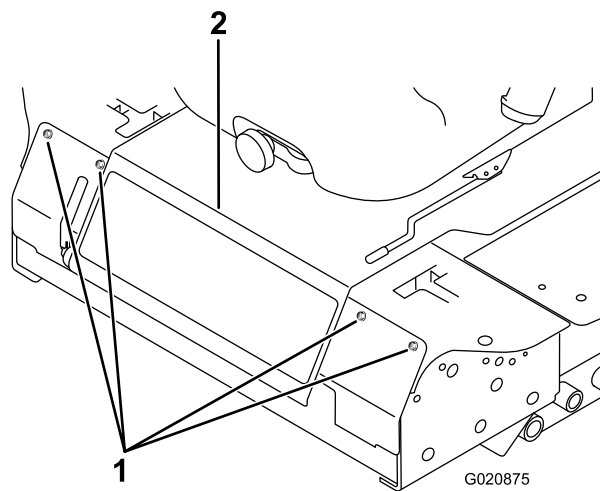

Рисунок 49
3. Снимите болты крепления передней панели и снимите переднюю панель (Рисунок 49).